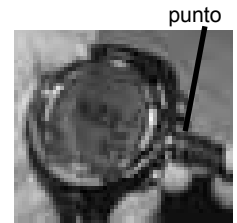

Fig. 175 - CABLE DE INTERFAZ PARA LA PC (inserte con el punto a las 12 en punto)
- > alinee las clavijas del cable conector con los agujeros en el puerto de datos y presione el conector para que ingrese en el puerto (Fig. 175).